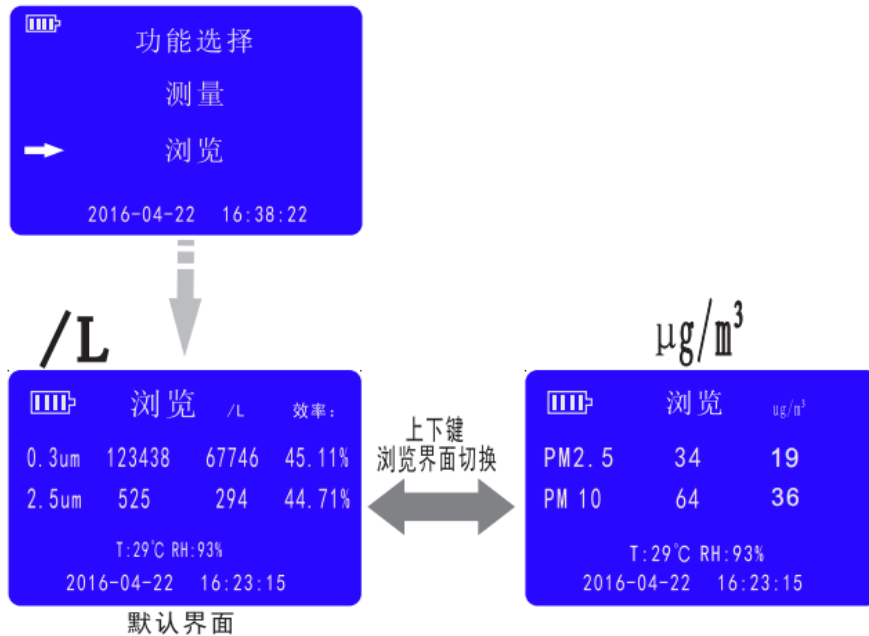

图 11 浏览页面
- 模式切换：通过“▲”、“▼”键切换“/L”与“ug/m3”界面，（如图 11 所示）